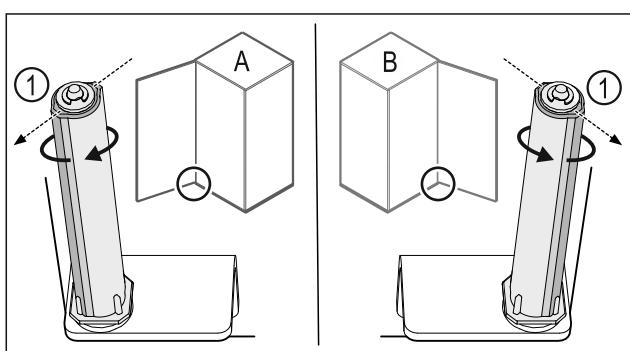

Fig. 33 Ľavý doraz (A)/pravý doraz (B)
- ▶ Otáčajte systém zatvárania proti odporu, kým nebude mostík systému zatvárania Fig. 33 (1) ukazovať von.